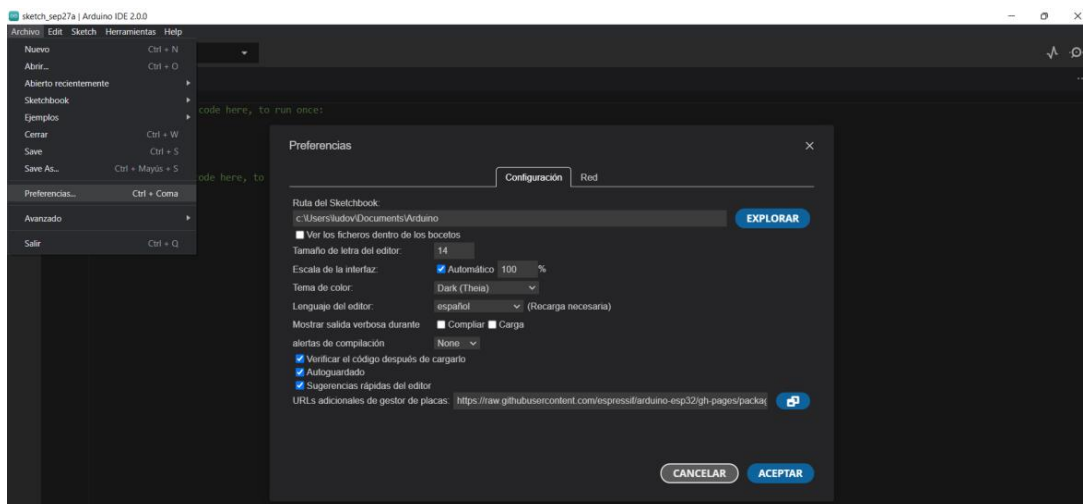

Imagen 3-4 Añadir URLs de configuración
2. Abrir Arduino IDE 2.0.0 -> Archivo -> Preferencia -> URLs adicionales de gestor [https://raw.githubusercontent.com/espressif/arduino-esp32/gh-pages/package\\_esp32\\_index.json](https://raw.githubusercontent.com/espressif/arduino-esp32/gh-pages/package_esp32_index.json) tal como se muestra en la Imagen 3-4.